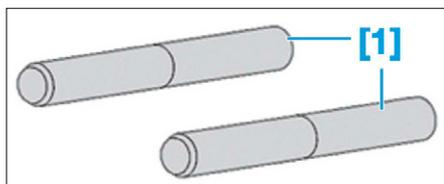

FIG. 82
- [1]. Outil de positionnement du carter palier arbre à cames (réf : 0194-N) (**Fig.82**).